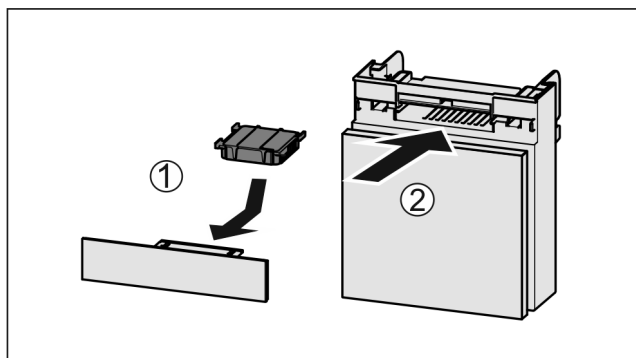

Fig. 62
- ▶ Insérer le filtre à charbon actif d'après le schéma Fig. 62 (1).
- ▶ Insérer le compartiment Fig. 62 (2).